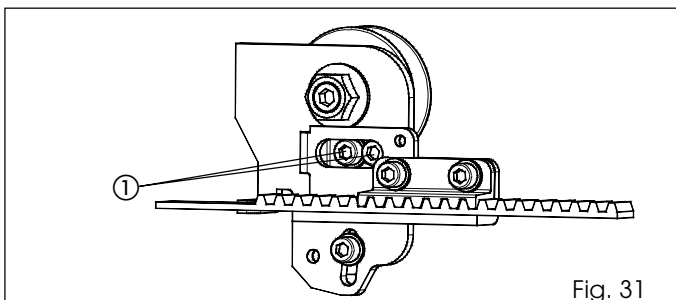

Fig. 31
- Haal de twee schroeven (fig. 31 ref. ①) los op beide wagens.
- Monteer de ontgrendelknop zoals aangegeven op fig. 31 ref. ①.
- Draai de stelschroef vast met de bijbehorende blokkeermoeren aan de binnenkant van de beugel (fig. 31 ref. ②).
- Blokkeer de staalkabel met de kabelblokkering en de desbetreffende schroef (fig. 31 ref. ③).
- Breng de huls van de kabel tegen de stelschroef (fig. 31 ref. ④).